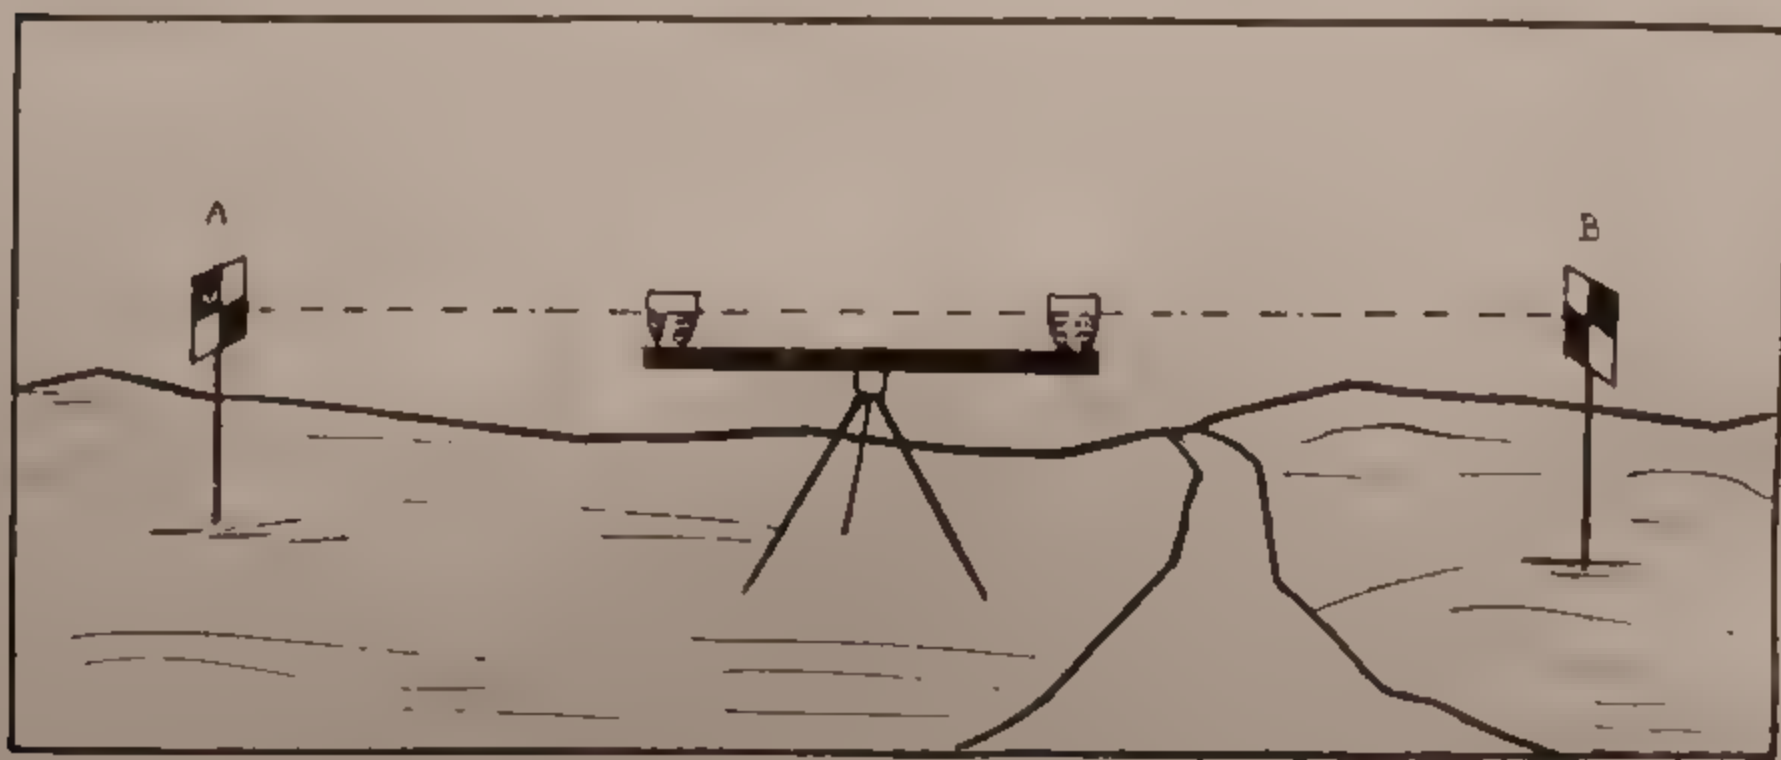

Fig. 55. — LIVELLA AD ACQUA E SUO IMPIEGO.
**48. Livella ad acqua.** — La linea retta che sfiora i punti della superficie libera di un liquido in riposo contenuto in un recipiente od in due vasi comunicanti è perfettamente orizzontale. Volendo sistemare un terreno accidentato, cioè ridurlo orizzontale o meglio leggermente inclinato per permettere lo scolo delle acque piovane, si fissano sul terreno dei punti allo stesso livello, traguardandoli attraverso una livella ad acqua (fig. 55). A questi punti si riferisce poi l'ingegnere per eseguire gli scavi o le colmate necessarie.